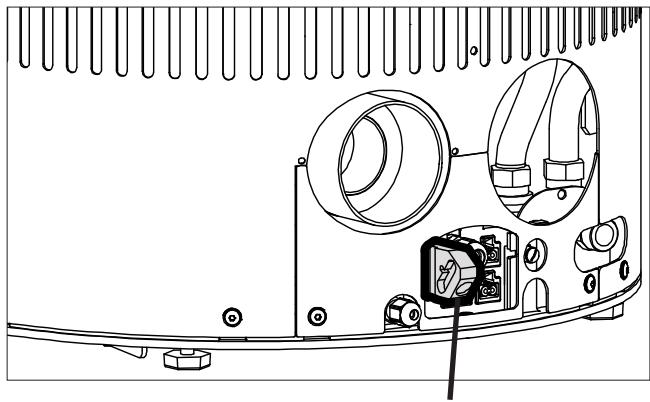

Fig.5
- Insérer le connecteur 5 pôles joint à la fourniture dans la douille qui se trouve à l'arrière du poêle (Fig.5). Si on veut utiliser le poêle avec ses accessoires (thermostat ambiant externe et / ou télécommande), il convient d'abord de brancher les câbles de jonction sur le connecteur comme décrit dans les notices accompagnant les accessoires.